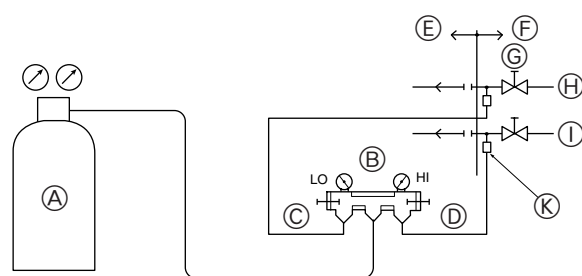

Fig. 5-13
5.8. Проверка герметичности и создание вакуума (Fig. 5-13)
① Проверка герметичности (Fig. 5-13)